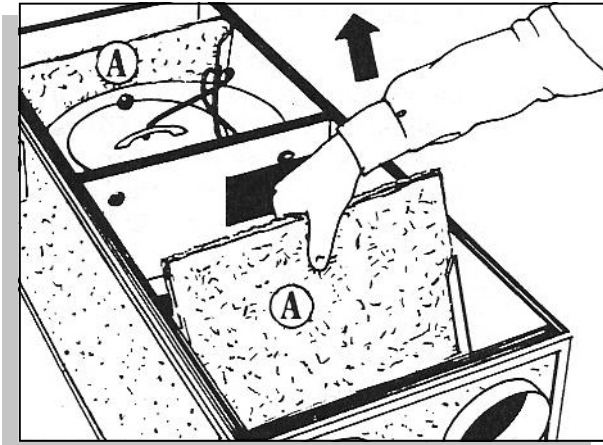

Fig 1
Byte av aggregatets filter (A) sker vid behov. Kontroll bör göras en gång i kvartalet. Filterbyte framgår av fig.1. Utbytesfilter beställs hos oss: